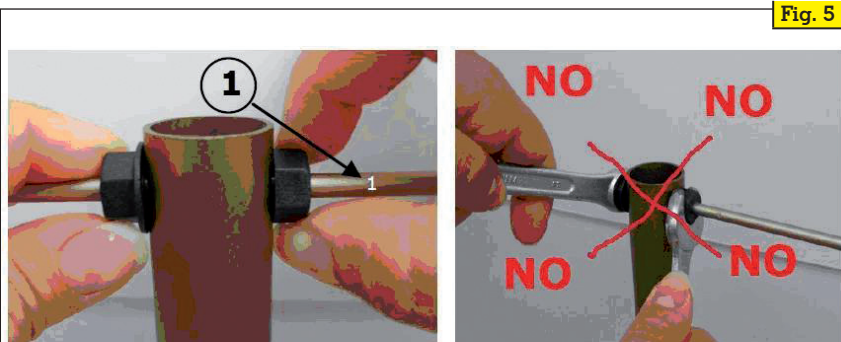

Fig. 5
n.b. i bulloni con dado in PVC (by IOJXX) vanno ben stretti, ma "a mano" senza usare chiavi! Come raccomandato dal costruttore (Sandro IOJXX) sulle istruzioni di montaggio da lui fornite (Fig.5): (in queste foto il boom è tondo, ma vale lo stesso per boom quadro).